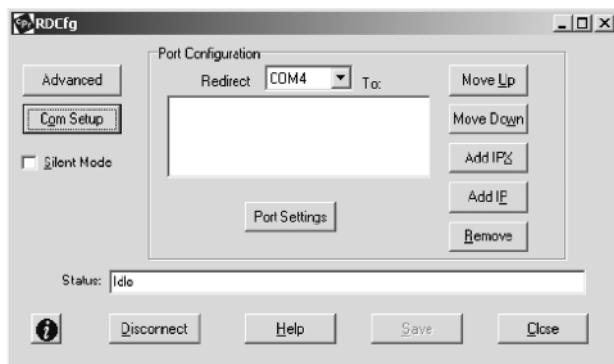

Рис. 26. Окно настройки программы «Com Port Redirector»
5. Нажав кнопку *Start* («Пуск») на панели задач Windows, подведите курсор мыши к пункту *Programs* («программы»), затем к *Lantronix Redirector*, и щелкните по пункту *Configuration* («конфигурация»). Откроется окно настройки программы «Com Port Redirector» (рис. 26).
7. Щелчком мыши пометьте все логические порты, на которые следует выполнять перенаправление. Каждый отмеченный порт появится в выпадающем списке *Redirect To* («перенаправлять на») в окне конфигурации программы «Com Port Redirector» (рис. 26).
1. Нажав кнопку *Start* («Пуск») на панели задач Windows, подведите курсор мыши к пункту *Programs* («программы»), затем к *Lantronix Redirector*, и щелкните по значку *Configuration* («конфигурация»). Откроется окно настройки программы «Com Port Redirector» (рис. 26).
10. Щелкните по кнопке *Save* («сохранить», рис. 26).
11. Щелкните по кнопке *Close* («закрыть», рис. 26).